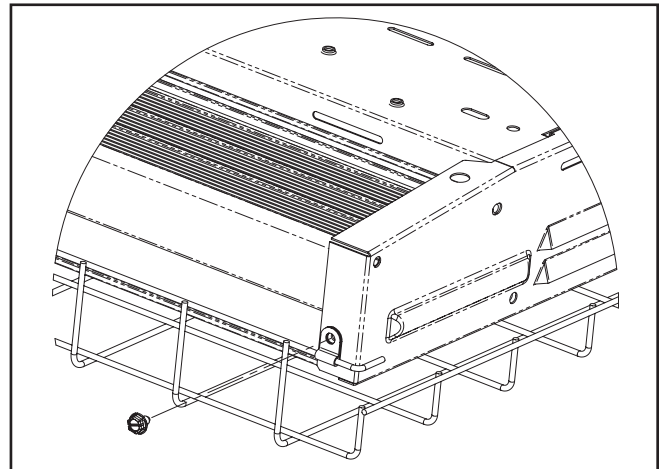

Figure 2.
3. Installez et serrez les 4 vis à tête #10 x 9,5mm[3/8 po] dans les pinces de montage et dans les trous de la plaque d'extrémité tel qu'indiqué à la. (Figure 2.)